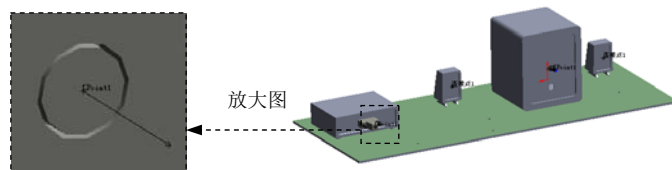

图 11.11.4 连接点
Step4. 将点添加到线路。右击图 11.11.4 所示的“CPoint1”，在系统弹出的快捷菜单中选择 **添加到线路** 命令。